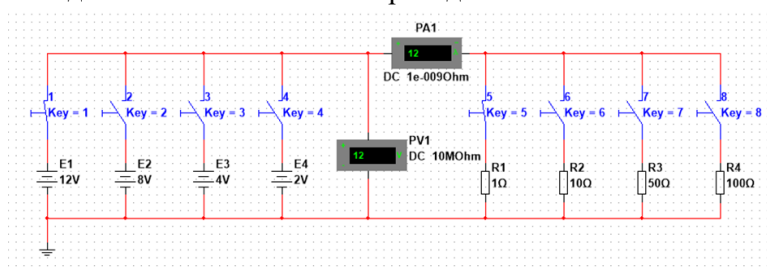

Рис. 15. Схема исследования идеального источника напряжения
6. Собрать схему, представленную на рис. 15. Параметры элементов установить в соответствии с номером Вашего варианта N по последней цифре Вашей зачетки.
Из группы компонентов *Sources* выбрать 4 идеальных источника ЭДС и поместить их на рабочий стол, расположив, как показано на рис. 15. Щелкнув правой клавишей мыши по элементу и выбрав в появившемся меню команду *Properties*, в появившемся окне задать величину ЭДС и обозначение источника (как указано на рис. 15). Повторить эту операцию для всех компонентов. Выбрав опцию *Font* из меню *Edit* установить желаемый размер, стиль и цвет шрифта.
Из группы компонентов *Basic* выбрать 4 резистора и 8 переключателей (*Switch*), поместить их на рабочий стол, повернуть командой *Rotate* и расположить, как показано на рис. 15. С помощью описанной выше процедуры задать величины сопротивлений (по варианту) и их обозначения, а также параметр *Value* переключателей. Значение параметра соответствует клавише, с помощью которой будет переключаться переключатель (также возможно изменение положения переключателя с помощью мыши).